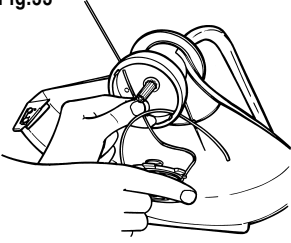

Fig.34
3) Pociągnąć mocno dwie końcówki żyłki tak aby wyszły z wgłębień (fig.34).